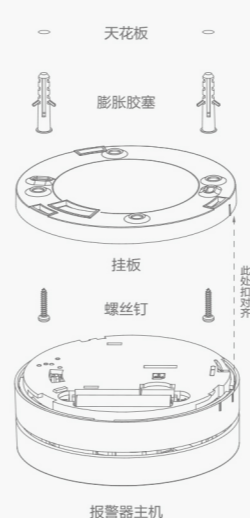

图4 产品安装示意图
- 挂板安装** 产品机身侧面有两条横线,挂板侧面有一条横线。安装时,挂板侧面的横线对准其中一条线,向下压的同时向另一侧横线旋转。(参见图4)
### 3 安装方法 (见图4)
- 4 | 用零件包中直径为0.3厘米的螺钉将探测器挂板按图4所示固定,注意保证牢固不松动。安装报警器在支架上,并旋转直至安装良好。